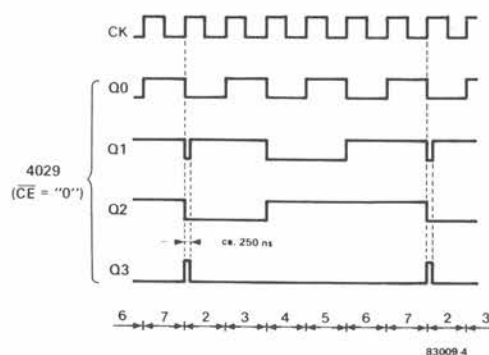

Figura 4. Forme d'onda alle uscite Q dei contatori 4029. Il treno di impulsi in alto (CK) rappresenta l'uscita degli oscillatori di clock N1 od N2.
pulsante S1 avvia il contatore, cioè "fa rotolare i dadi". La frequenza dei generatori di clock non è affatto critica, a parte la necessaria diversità tra le due frequenze, del resto garantita dalla diversità tra R1 ed R2. La frequenza effettiva sarà compresa tra 50 e 200 Hz. Potrebbe sembrare logico, a prima vista, che i contatori potessero contare da 1 a 6, ma il conteggio avviene in pratica da 2 a 7. Questo accorgimento semplifica le cose ed è possibile grazie ad una programmazione degli ingressi P0...P3 dei contatori. In effetti, quando il conteggio raggiunge il numero 7, l'uscita Q3 passerà al livello logico alto, ed il contatore verrà azzerato. L'ingresso di programmazione P1 è mantenuto a livello logico "1", mentre i restanti ingressi (P0, P2 e P3) sono a livello "0": il risultato è un codice di programma 0010 che, tradotto in BCD, significa "2" (ma questo è già noto alla stragrande maggioranza dei lettori!); di conseguenza, il contatore effettua il conteggio da 2 a 7, ma soltanto quando l'ingresso CE (sblocco conteggio) è posto a livello logico "0", con l'aiuto del deviatore S1 e di N3. Durante il conteggio, le uscite del contatore sono nella condizione mostrata in figura 4. La forma d'onda superiore (CK) è quella d'uscita dell'oscillatore di clock N1 oppure N2.
Figura 4. Schema dell'alimentatore del Prelude. Allo scopo di garantire la massima reiezione possibile delle intermodulazioni tra il canale destro ed il canale sinistro, ciascun canale possiede il suo proprio alimentatore. C'è anche un circuito di "potenza" per l'amplificatore della cuffia, l'indicatore di stato ed il comando a distanza.
La figura 4 illustra lo schema elettrico dell'alimentatore. Sei regolatori di tensione integrati garantiscono la stabilità delle diverse tensioni c.c. necessarie. In pratica, saranno necessarie soltanto due tensioni: ± 15 V. È però